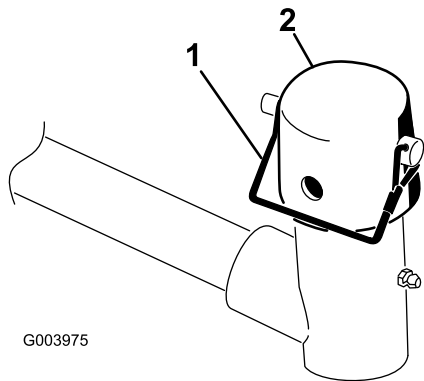

Figura 9
2. Retire o pino de encaixe e tampa da forquilha da articulação do braço de elevação (Figura 9).
**Nota:** Utilize a ranhura se pretender direcionar a unidade de corte ou utilize o orifício se pretender bloquear a unidade de corte na posição (Figura 9).